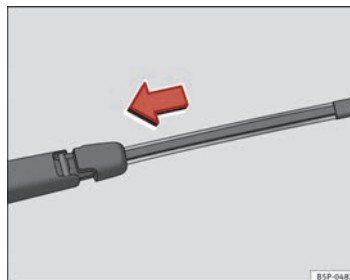

Abb. 132 Heckwischerblatt einsetzen
- Halten Sie das Wischerblatt wie in ⇒ **Abb. 132** angezeigt fest und schieben Sie den Adapter so lange, bis er einrastet.